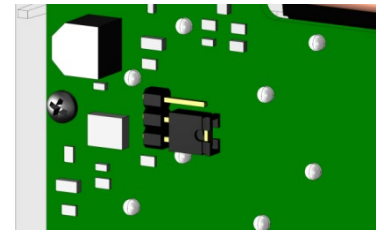

Abb. 5: Abschlusswiderstand stecken
- ▶ Stecken Sie die Steckbrücke J1 auf die beiden unteren Kontakte. Damit ist der Abschlusswiderstand gesteckt (Abb. 5).
Im Lieferzustand ist der Abschlusswiderstand nicht gesteckt (Abb. 5).